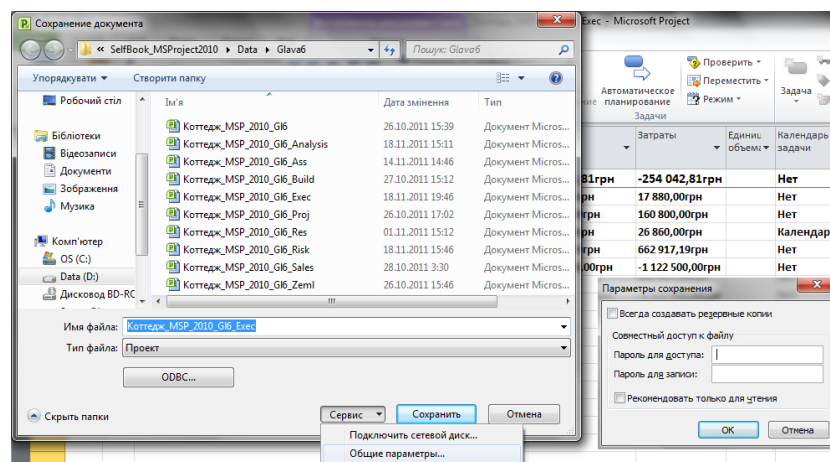

Рисунок 10.1 Определение параметров сохранения
1. Выслать на согласование план проекта для ознакомления. Перед тем как отсылать файл проекта, рекомендуется защитить файл от редактирования, меню «Файл – Сохранить как – Сервис», Рисунок 10.1, и обязательно от нежелательного доступа недоброжелателей;